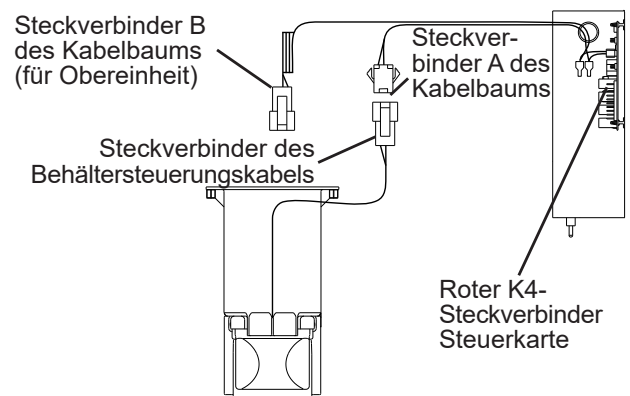

Abb. 4
- c. Mit der im letzten Schritt entfernten Flügelschraube und der im Zubehörbeutel enthaltenen Flügelschraube die Behältersteuerbaugruppe an der Unterseite des Eisbereiters befestigen. Siehe Abb. 4.